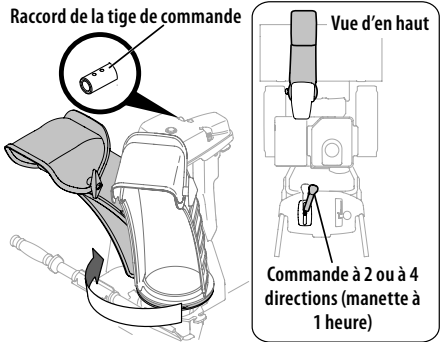
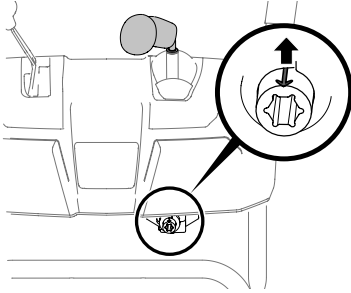

Figure 16
Figure 17
4. Pressez la gâchette de la manette de la commande de goulotte et tournez la manette avec votre main jusqu'à ce qu'elle soit pointée vers l'avant. Les trous sur le raccord de la tige de commande de la goulotte pointeront vers le haut. Voir (Figure 16).
- Faites pivoter la manette à la position 1 heure (Figure 16) pour que la flèche sur l'engrenage à pignons sous le tableau de commande pointe vers le haut. Voir (Figure 17).